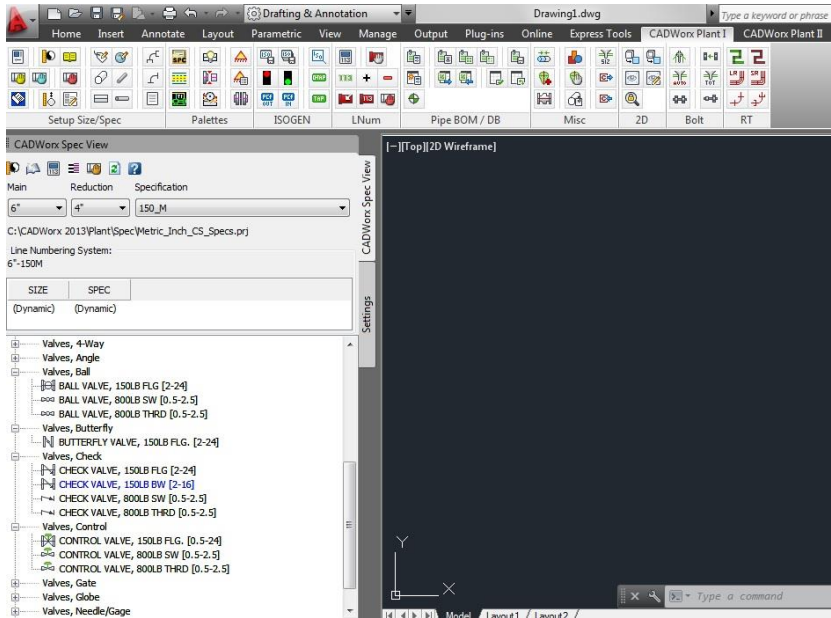

Figura 8. Visualización de grupos de válvulas con sus respectivas descripciones
- **Misc:** crea accesorios varios como anillos de drenaje, figura 8, juntas de expansión, etc.